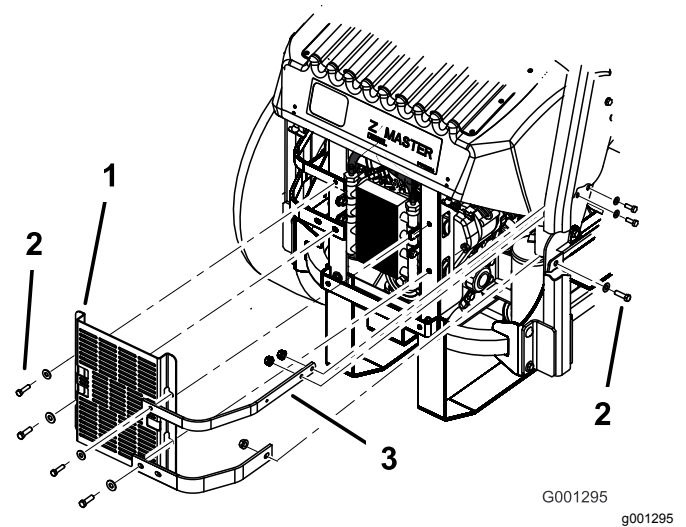

Figura 81
3. Retire los 4 pernos que fijan el protector del enfriador de aceite al bastidor trasero (Figura 81).
4. Retire los 3 pernos que fijan las bridas del motor al lateral de la máquina (Figura 81).
12. Instale el protector del enfriador de aceite y las bridas del motor al bastidor trasero con los 4 pernos que retiró anteriormente (Figura 81).
13. Instale las bridas del motor en el lateral de la máquina (Figura 81).